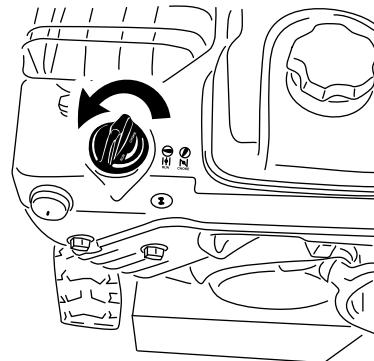

Figure 28
5. Tournez la commande de starter à la position Starter sélectionné (Figure 28).